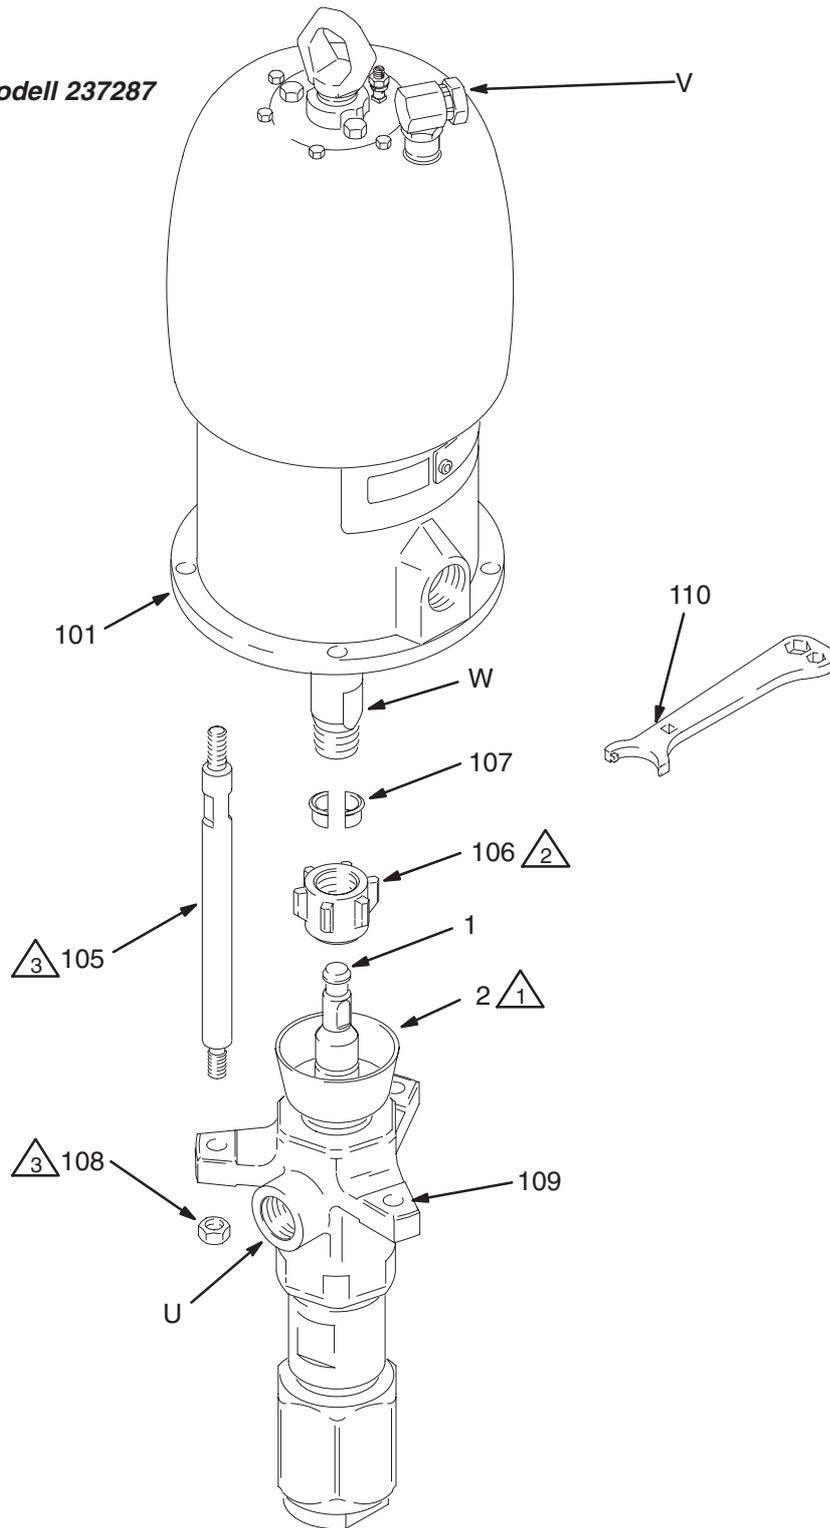

Abb. 6
5. Mit einem verstellbaren Schraubenschlüssel (oder Hammer und Dorn) die Überwurfmutter (106) von der Motorwelle (W) abschrauben. Darauf achten, dass die Klemmbacken (107) nicht herunterfallen oder verloren gehen. Siehe Abb. 6.
6. Die flachen Ende der Verbindungsstangen mit einem Schlüssel halten, damit sie sich nicht drehen können. Die Muttern (108) von den Verbindungsstangen (105) abschrauben. Vorsichtig die Unterpumpe (109) vom Motor (101) entfernen.
1. Sicherstellen, dass die Überwurfmutter (106) und die Klemmbacken (107) korrekt an der Kolbenstange (1) positioniert sind. Siehe Abb. 6.
2. Mindestens zwei Helfer müssen die Pumpe halten, während eine dritte Person die Pumpe wieder am Motor befestigt (siehe **VORSICHT** links). Den Materialauslass (U) der Pumpe an den Luftreinlass (V) ausrichten, wie in Schritt 4 im Abschnitt **Ausbauen der Unterpumpe** beschrieben wurde. Die Unterpumpe (109) auf die Verbindungsstangen (105) geben.
3. Muttern (108) auf Verbindungsstangen (105) schrauben und mit 81–89 Nm anziehen.
4. Überwurfmutter locker auf die Motorwelle (W) schrauben. Flache Enden der Motorwelle mit einem Schlüssel halten, damit sie sich nicht drehen kann. Mit verstellbarem Schraubenschlüssel die Überwurfmutter auf 196–210 Nm anziehen.
5. Wieder alle Schläuche befestigen. Erdungskabel wieder anbringen, falls es abmontiert wurde. Packungsmutter (2) zu 1/3 mit Graco TSL oder einer vertraglichen Lösung füllen.